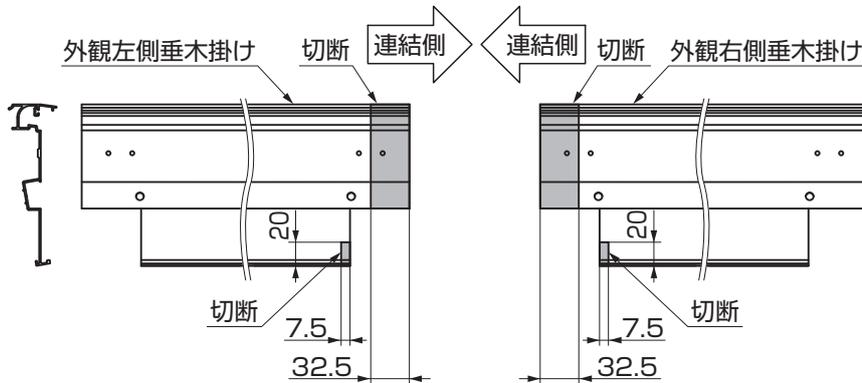

図4-1 垂木掛けの加工
① 連結する側の垂木掛け端部を、図4-1を参照して加工してください。